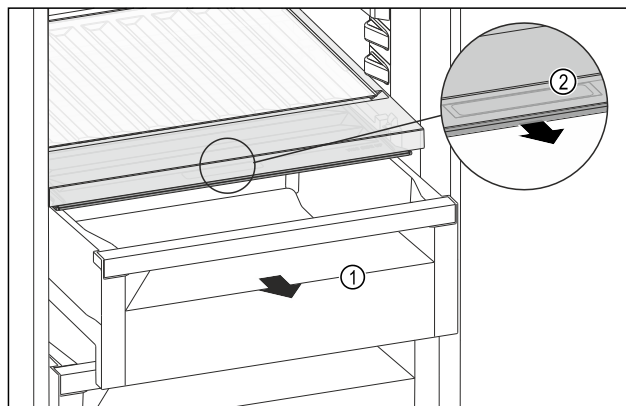

Fig. 114
- Retirer le tiroir Fig. 114 (1).
- Saisir la poignée encastrée Fig. 114 (2) du couvercle du compartiment et tirer le couvercle du compartiment par l'avant.